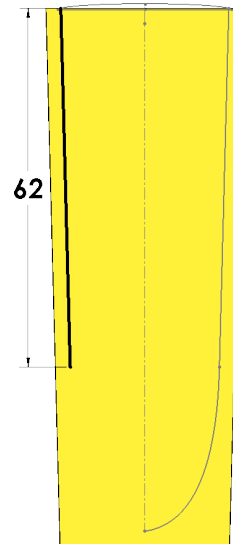

Fig. 46
Step 10. Dimension **line 62, Fig. 46.**